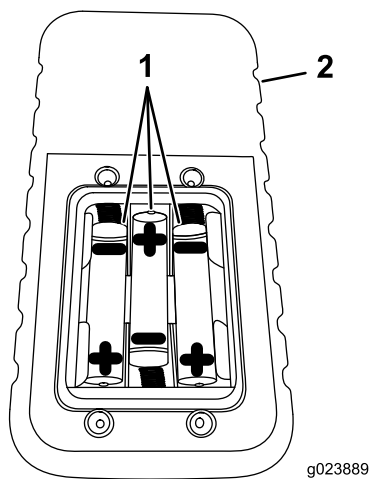

Рисунок 7
4. Установите три новых элемента питания типа ААА, расположив их так, как показано на Рисунок 7.